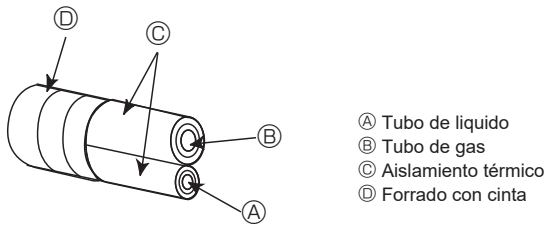
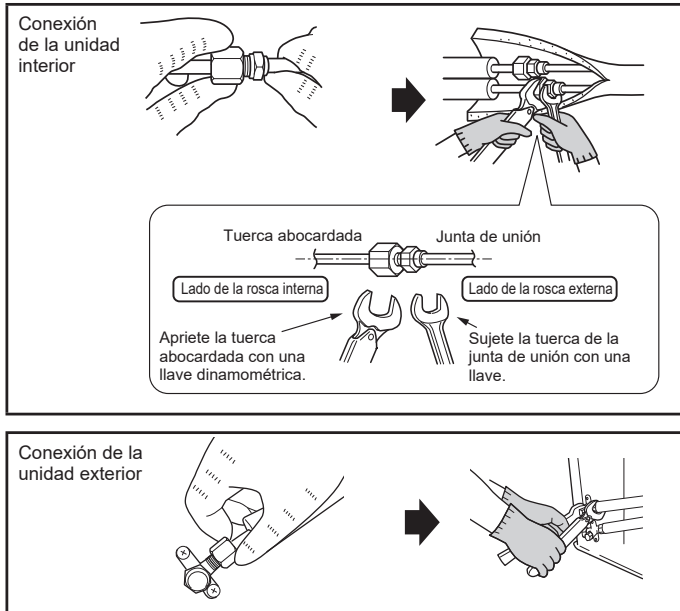

Fig. 4-4
Fig. 4-5
### 4.3. Tubos de conexión (Fig. 4-4, Fig. 4-5)
(A) (Fig. 4-5)